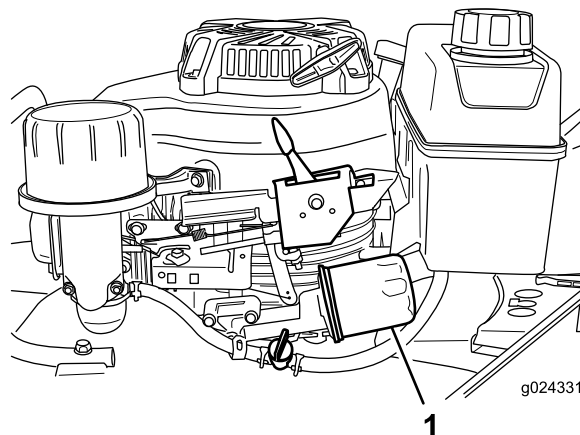

图22
6. 将一块抹布放在机油滤清器 图22 下方以接住您在卸下机油滤清器时可能泄漏的任何机油。